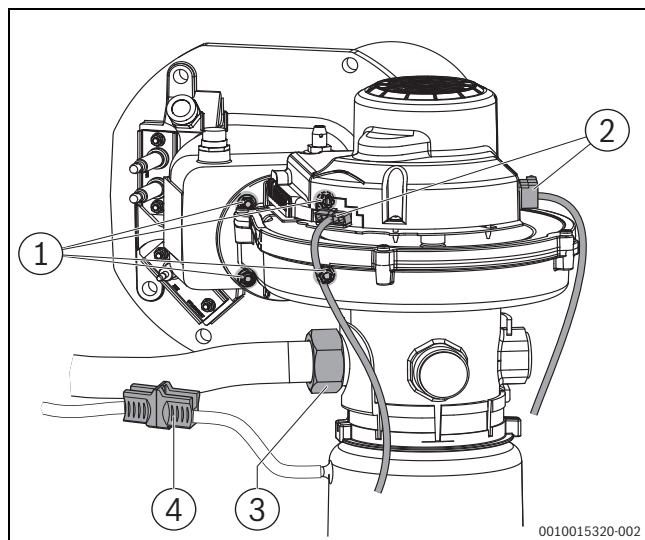

Рис. 64 Электрические подключения, демонтаж вентилятора (котлы мощностью 75–150 кВт [до V03])
- ▶ Отсоедините электрические подключения на вентиляторе (→ рис. 64, 65 или 66).
- ▶ Отсоединение штекера (→ рис. 64)
- ▶ Открутите накладную гайку на трубе Вентури (→ рис. 64 и 65, [3]).
- ▶ Снимите 4 шестигранные гайки со смешительного патрубка (→ рис. 64 и 65).